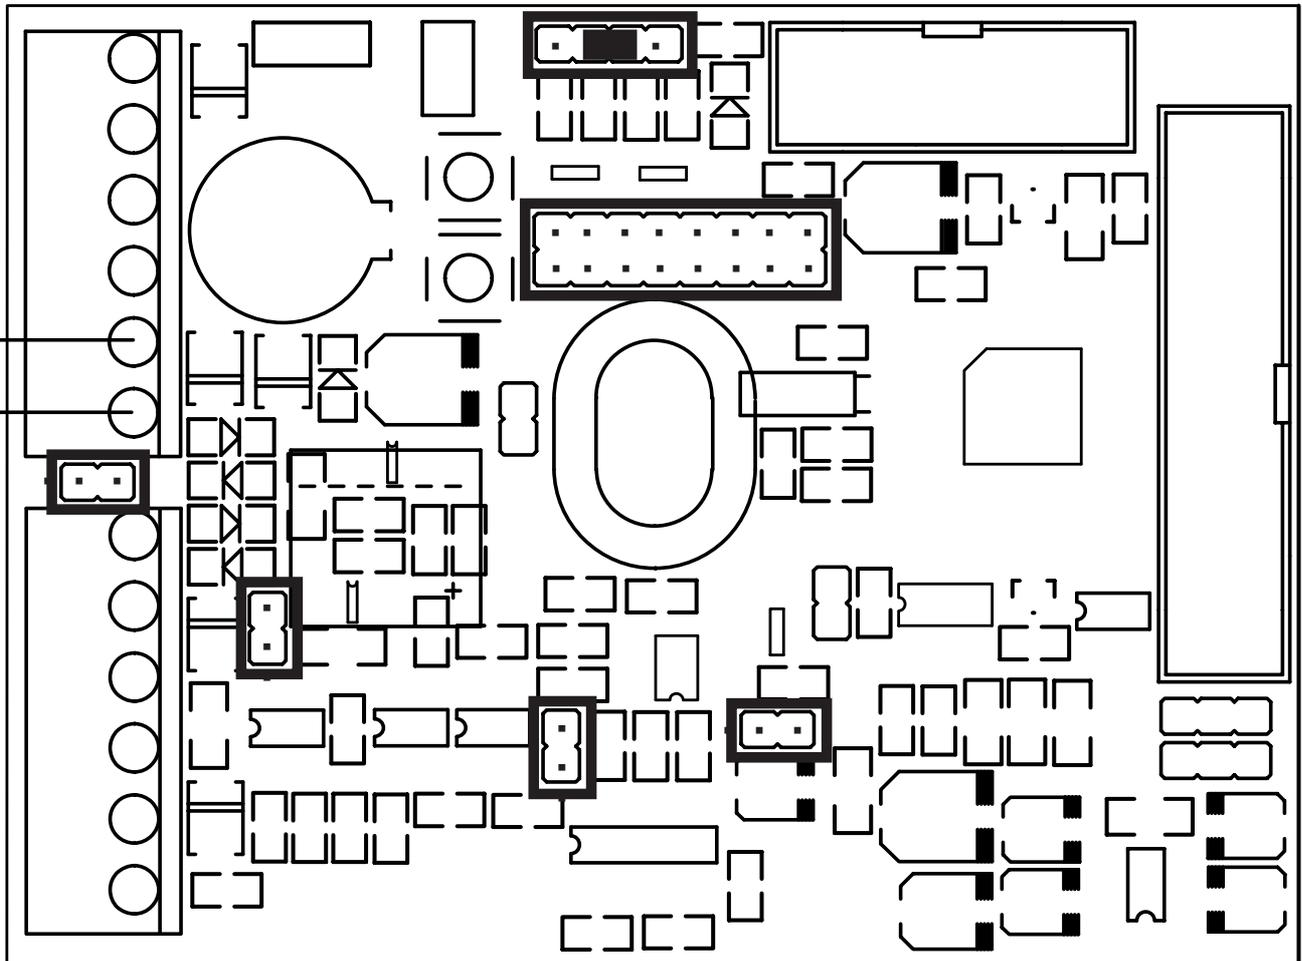

Abb. 14
• **J10** muss immer in der mittleren Position gesteckt sein, siehe Abb. 14.
Blanko-Platine (Abb. 14):